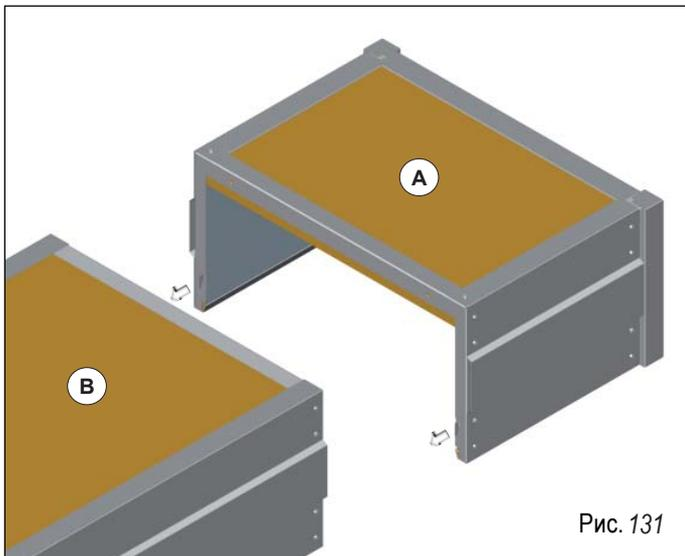
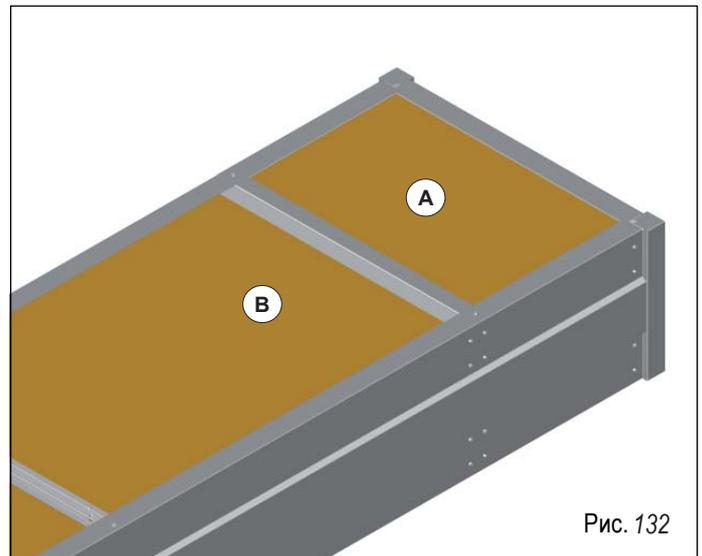

Рис. 131
Рис. 132
Соединить оконечный модуль (A) с участком теплоизлучающей ленты (B) посредством выступа и щели (рис. 131), как описано выше. Закрепить оконечный модуль с участком теплоизлучающей ленты (рис. 132), соединив два каркаса с помощью винта и гайки, как описано выше.